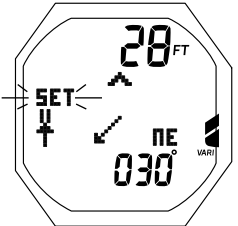

Fig. 165 - RÉGLAGE D'UN CAP DE RÉFÉRENCE
**RÉGLAGE D'UN CAP DE RÉFÉRENCE** : paramètres affichés (Fig. 165)